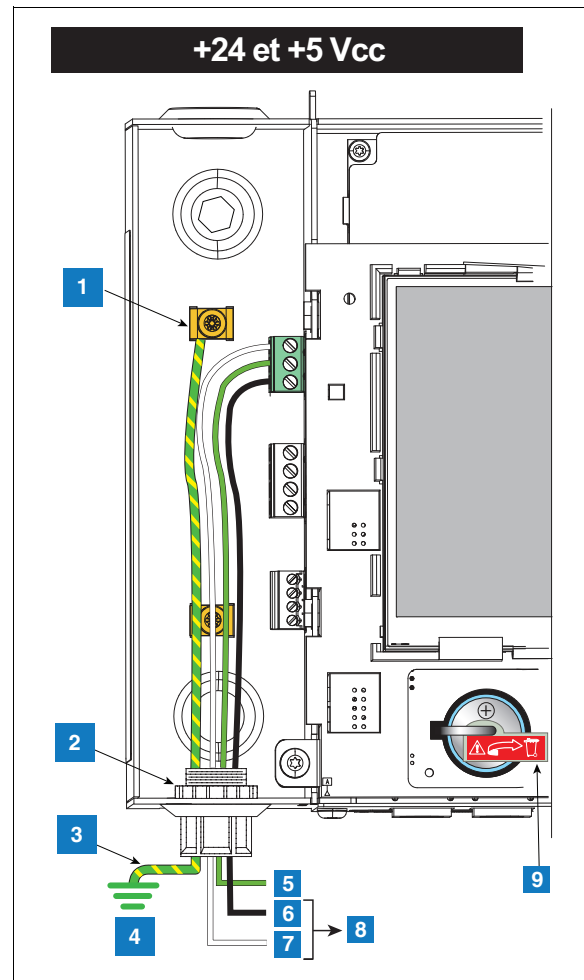

Abbildung 6. Anlegen von DC-Strom an die Konsole
3. Schließen Sie die DC-Stromleitungen wie in Abbildung 6 gezeigt an.
LEGENDE FÜR DIE ZAHLENFELDER Abbildung 6